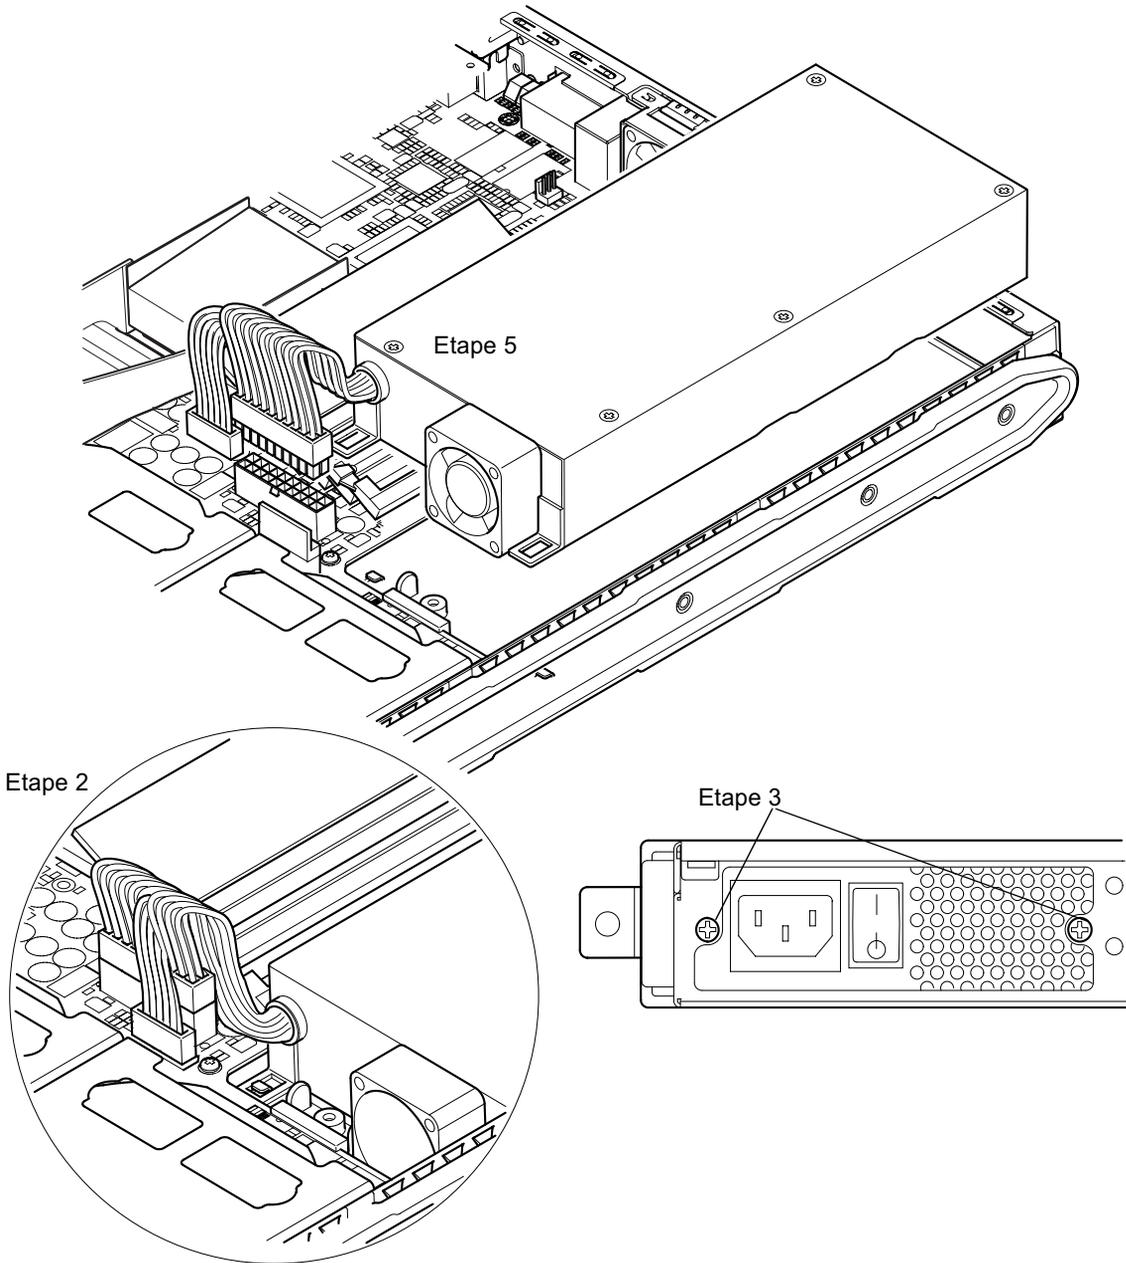

FIGURE 11-9 Remplacement de l'unité d'alimentation électrique
3. **Dévissez les deux vis de fixation arrière (voir la FIGURE 11-9).**
5. **Placez la nouvelle unité PSU au-dessus des pattes de maintien en la soulevant, puis faites-la glisser vers l'arrière pour la mettre en place (voir la FIGURE 11-9).**